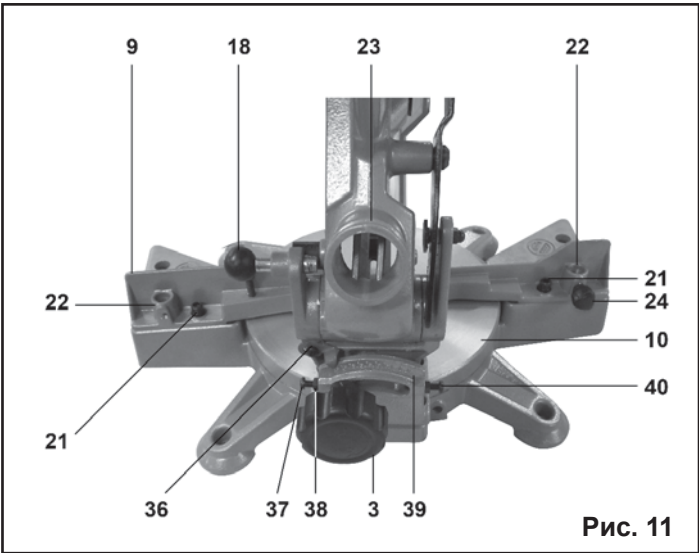

Рис. 11
11.1. Регулировка угла наклона пиления 90°, Рис. 11,13
11.3 Регулировка угла 90° при пилении торцов, Рис.11.